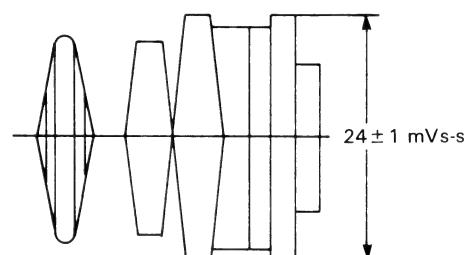

Abbildung 2-8.
- Den R518 (Aufnahme-Farbsättigungsregler) so einstellen, daß der Rot-Pegel bei  $24 \pm 1 \text{ mVs-s}$  (siehe Abb. 2-8) liegt.